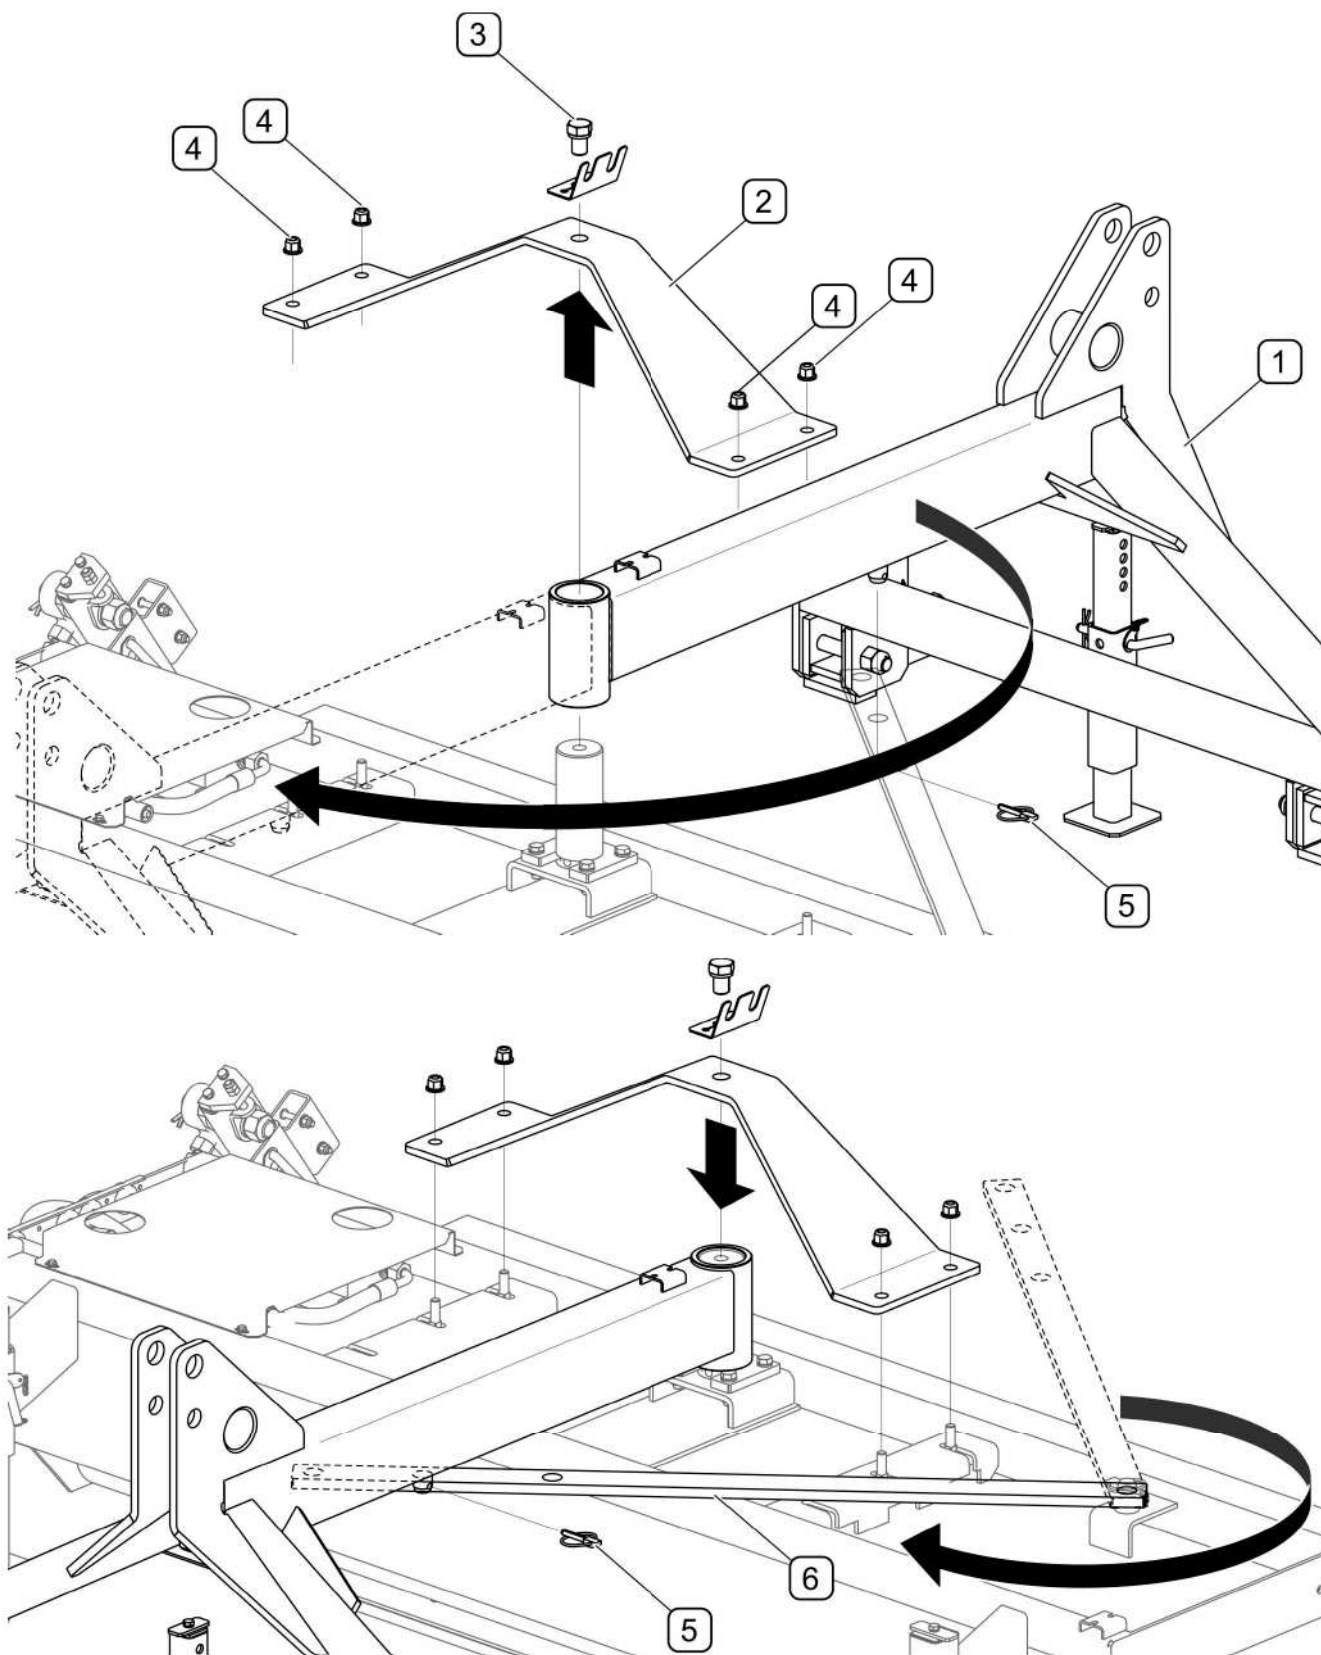

РИСУНОК 4.9 Навеска подметально-уборочной машины перед базовым
Для навески подметально-уборочной машины перед базовым транспортным средством (РИСУНОК 4.9) нужно вынуть чеку (5), блокирующую планку (6), отвинтить болт (3) с главной цапфы, отвинтить 4 шт. гаек (4), крепящих кронштейн (2) под главную цапфу, и повернуть всю раму (1) системы подвески на 180° , после чего привинтить кронштейн (2). Повернуть планку (6), закрепить на цапфе рамы системы подвески и заблокировать чекой (5). В подметально-уборочных машинах с системой полива, прежде чем отвинтить кронштейн (2), необходимо отвинтить гайки (4) и снять бак для воды вместе с креплением. Повернув раму (1) системы подвески и привинтив кронштейн (2) болтом (3), нужно снова закрепить бак для воды.